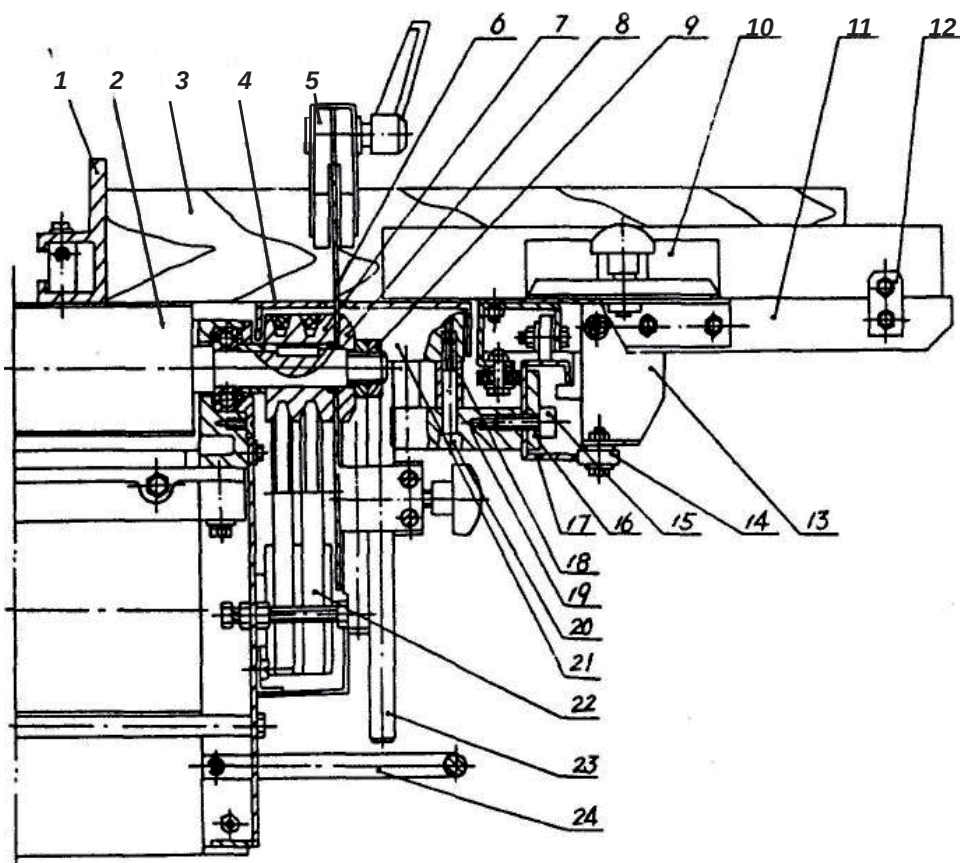

Рис. 4 Схема пильной части
Схема пильной части (Рис. 4)
- См. Рис. 4. Поместите отвертку в отверстие 12 ножевого вала 5, чтобы застопорить шпиндель, отвинтите гайку при помощи гаечного ключа, будьте осторожны, чтобы не повредить резьбу, снимите фланец, тщательно очистите фланец и пильный диск, чтобы они идеально подходили друг к другу, установите пильный диск на фланец, а затем установите их вместе со шпинделем, зафиксировав двойной гайкой, затем установите распиловочный стол, нижний кожух, и одновременно поставьте распиловочный стол на 0,5~1 мм выше заднего стола.